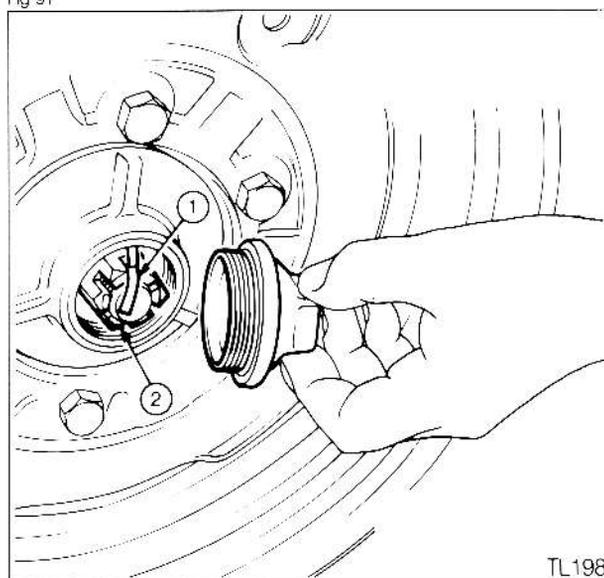

Fig 92
Réglage des moyeux avant (Fig. 92)
2. Fig. 92. Déposer la goupille fendue (1) et serrer l'écrou crenelé (2) à 80 Nm (59 lbf/ft), le desserrer ensuite jusqu'au premier trou de goupille, puis le desserrer d'un pan supplémentaire pour obtenir le jeu axial correct. Monter une goupille fendue neuve.